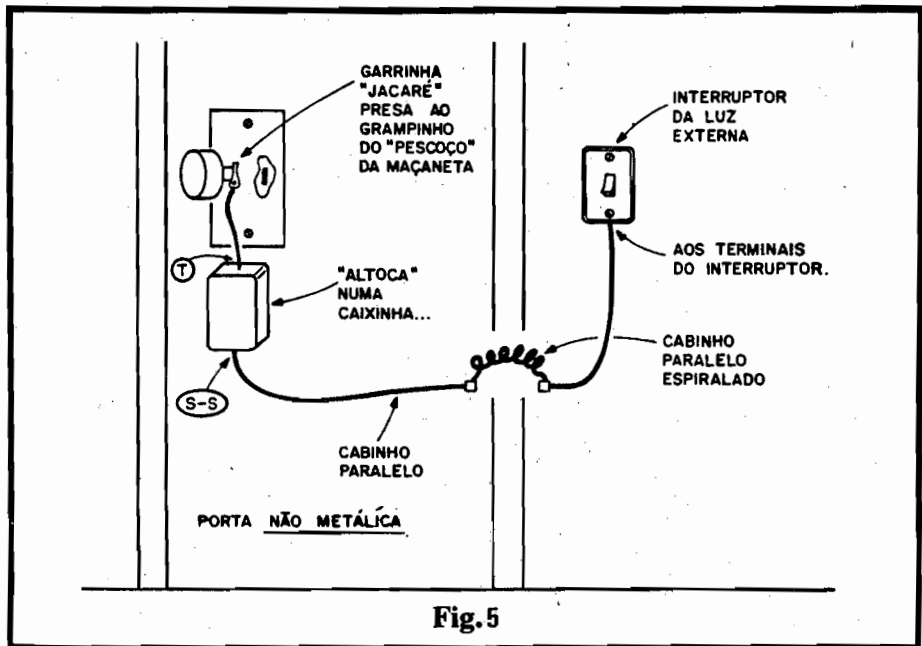

Fig.5
- FIG. 5 - INSTALAÇÃO BÁSICA - Com o que mostramos e exemplificamos até agora, já deve ter dado para o Leitor/Hobbysta perceber que embora o ALTOCA tenha sido basicamente qualificado como "ALARME DE MAÇANETA", é certo que muitas outras aplicações práticas são possíveis... Entretanto, mesmo a nível de configurar claramente a instalação do dispositivo, nada como mostrar sua aplicação na "função do nome"... É o que faz o diagrama da fig. 5: com o circuito embutido numa pequena caixa plástica, esta poderá ser fixada à parte interna da folha da porta, usando-se para isso um pedaço de fita adesiva dupla face (o circuito/caixa forma um conjunto pequeno e leve, que a fita adesiva "aguentará" bem...). O lugar ideal será logo abaixo (ou ao lado) da fechadura da dita porta... Através de um pedaço curto de fio isolado e flexível (com uma garrinha "jacaré" na ponta livre), o ponto "T" da placa deve ser conectado eletricamente ao eixo metálico da maçaneta... Normalmente, nesse eixo, existe um grampinho, travador do conjunto, que se prestará bem para a fixação e contato através da "jacarezinha"... Num exemplo prático e aplicativo bastante lógico, os pontos de Saida "S-S" deverão então ser ligados, através de um cabo paralelo isolado, flexível, aos terminais do interruptor da parede, que normal-
- FIG. 6 - ACIONANDO UMA CAMPAINHA - No diagrama da fig. 5, se o Leitor/Hobbysta quiser, poderá também paralelar a campainha normal da casa, com o que esta soará juntamente com o acendimento da lâmpada controlada... Entretanto, a ALTOCA poderá ser usada **exclusivamente** como campainha residencial por toque, usando-se a instalação mostrada na fig. 6... Para tanto, remove-se o conjunto do "botão" original da campainha, instalando-se no local o circuitinho, dentro da mesma caixa padronizada (atenção às isolações...). O "espelho" frontal original deve ser substituído por um do tipo "cego", em cujo centro deve ser fixada uma plaqueta metálica, esta ligada internamente (por um pedaço **curto** de fio...) ao ponto "T" do Impresso (rever fig. 4). Notar que toda a parte já existente da fiação/instalação deverá permanecer exatamente como está, não sendo necessária nenhuma modificação, o que facilita bastante a aplicação da ALTOCA nessa função...! Só um lembrete (já falamos sobre isso...): se o conjunto do "botão" da campainha estiver instalado "ao tempo", numa parede ou muro externo sem nenhuma proteção, convém dotar o local de um pequeno "telhadinho" capaz de protegê-lo contra a chuva, evitando assim disparos "falsos" do sistema... Já "botões" de campainha internamente instalados (como os de apartamentos, por exemplo...), naturalmente protegidos contra a chuva, não precisarão desses cuidados especiais...